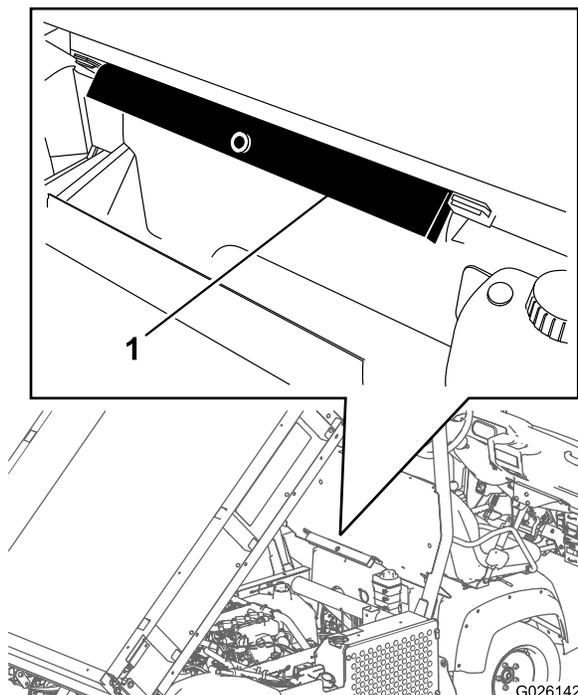

Рисунок 30
2. Выньте опору кузова из кронштейнов для хранения на задней стороне панели системы защиты в случае опрокидывания (Рисунок 30).